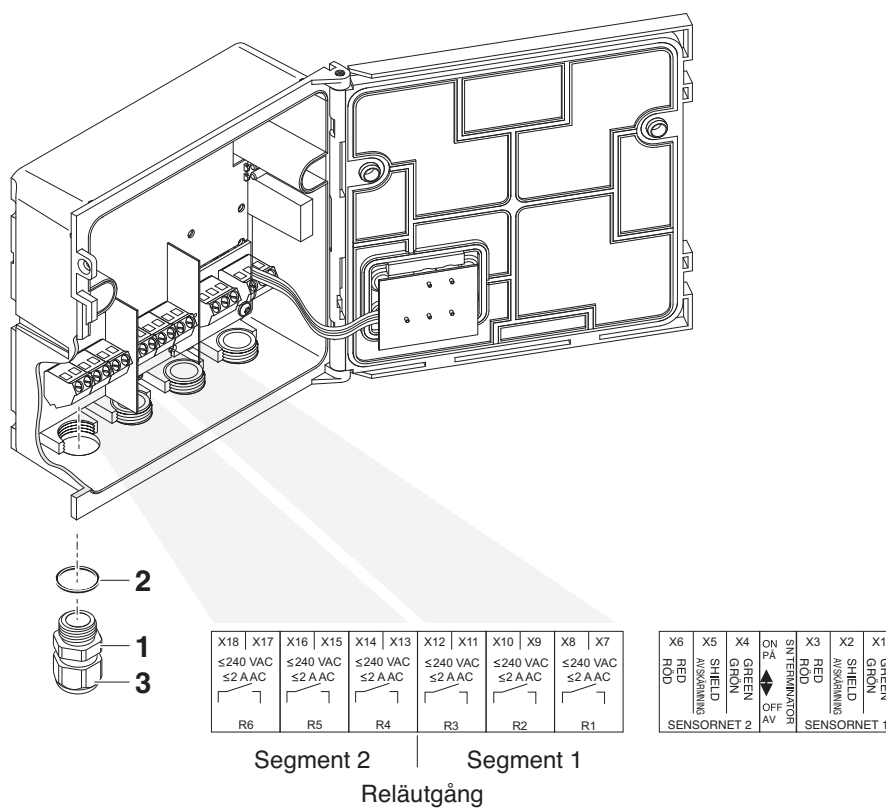

Fig. 3-1 Uttagslist med reläanslutningar
- 2 Skruva fast packboxen (pos. 1 i Fig. 3-1) med tätningssringen (pos. 2) in i modulhuset.
- 3 Lossa kopplingsringen (pos. 3 i Fig. 3-1).
- 6 Dra åt kopplingsringen (pos. 3 i Fig. 3-1).